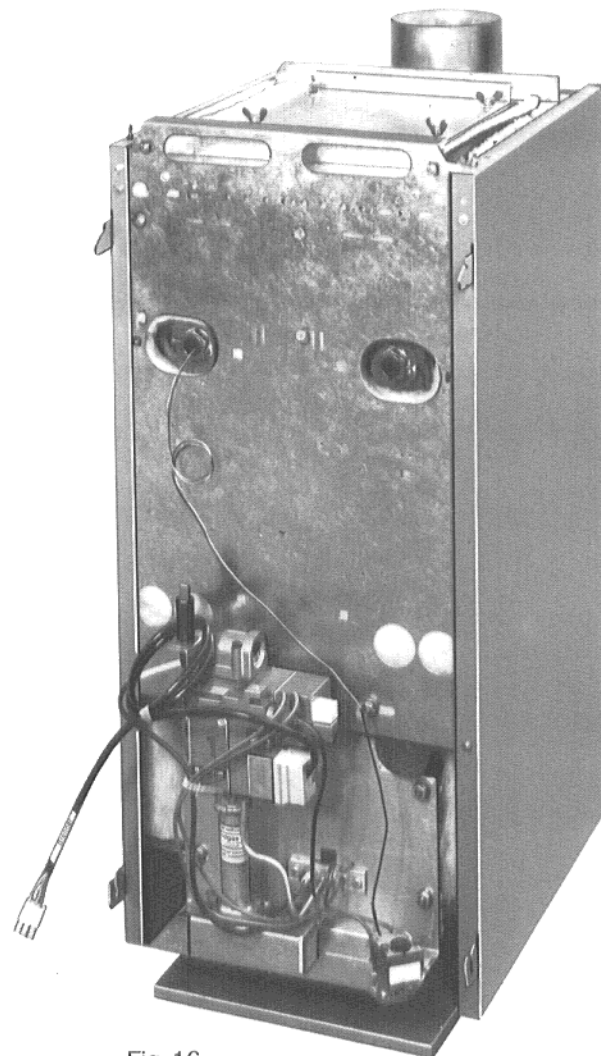
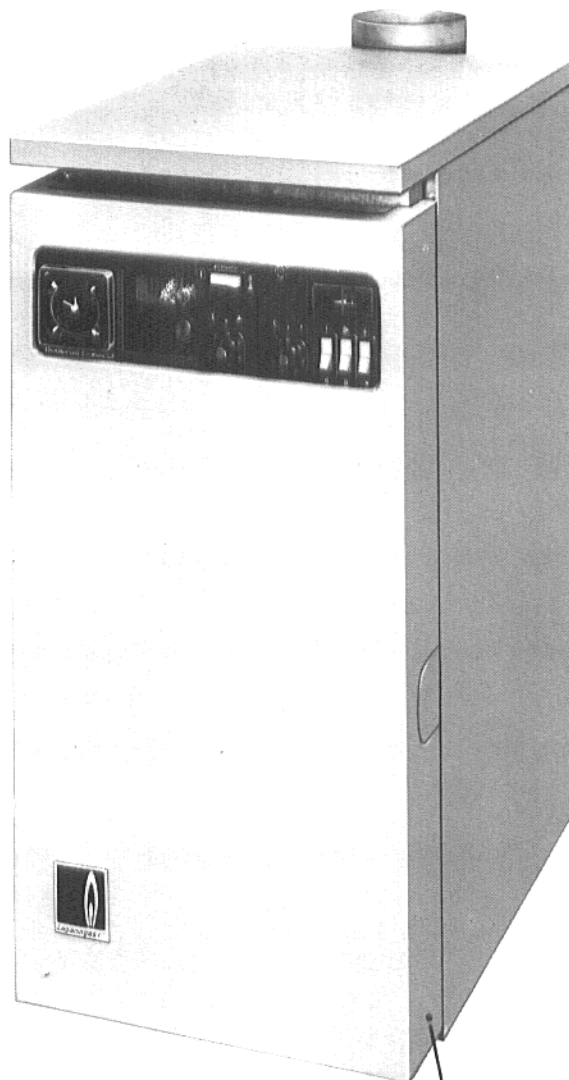

Fig. 16
Fig. 28
2. Togliere il pannello frontale (Fig. 16 e 17) svitando entrambe le viti autofilettanti laterali inferiori (Fig. 28 e 29).
Il pannello viene avvitato in basso a destra e sinistra con viti autofilettanti. (Fig. 28 e 29)